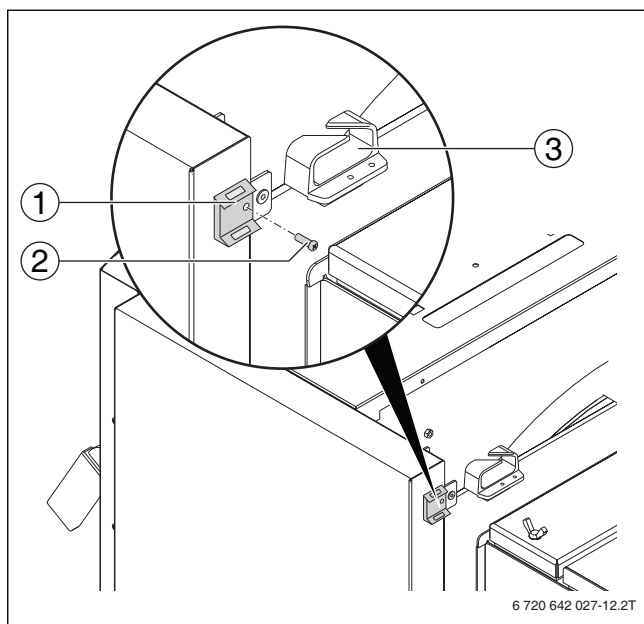

Bild 18 Zusätzlichen Leitungshalter montieren
- ▶ Mit der Schraube (→ Bild 18, [2], Seite 17) den zusätzlichen Leitungshalter (→ Bild 18, [1], Seite 17) auf der linken oder rechten Seite am Heizkesselkörper montieren.
Externe Leitungen mit dem zusätzlichen Leitungshalter (→ Bild 18, [1], Seite 17) so am Kessel fixieren, dass sie keine heißen Teile berühren.